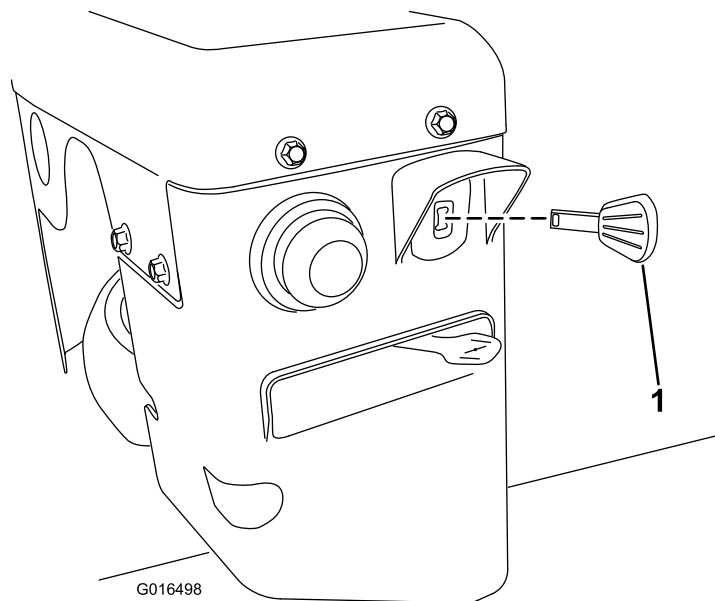

Figure 26
3. Insérez complètement la clé de contact (Figure 26).